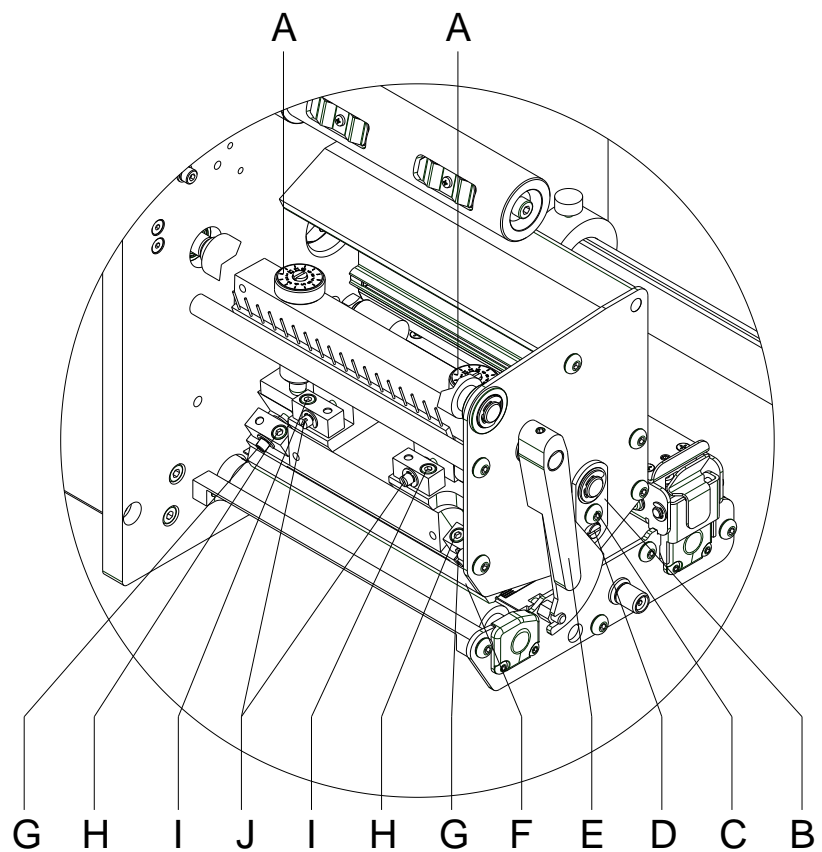

Abbildung 30
1. Andruckschrauben (A, Abbildung 30) drehen, um den Druckkopfandruck zu verändern.
2. Drehen der Andruckschrauben (A, Abbildung 30) bis an den Anschlag im Uhrzeigersinn ergibt eine Andruckerhöhung von 10N gegenüber der Werkseinstellung.
3. Drehen der Andruckschrauben (A, Abbildung 30) genau eine Umdrehung vom Rechtsanschlag gegen den Uhrzeigersinn, ergibt die Werkseinstellung.